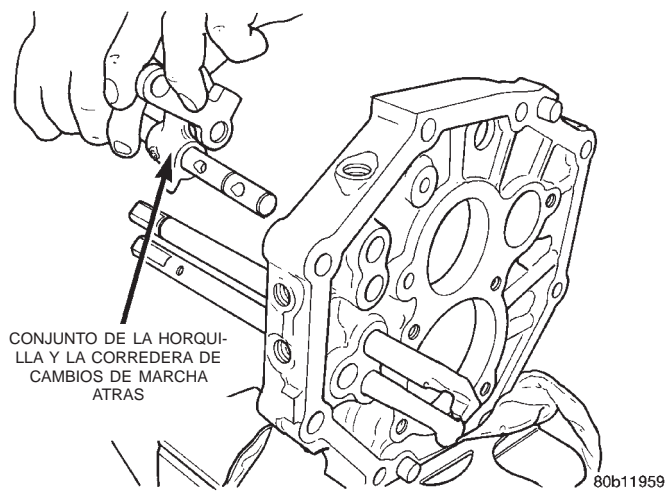

Fig. 81 Instalación de la corredera de cambios de marcha atrás
(9) Instale la corredera de cambios en la placa intermedia y emplace el soporte del brazo de marcha atrás en la placa intermedia (Fig. 81).